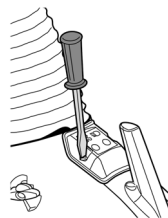

Fig.12
7) スポットライトをフード上部にボルトで取付けてください。(Fig.12)